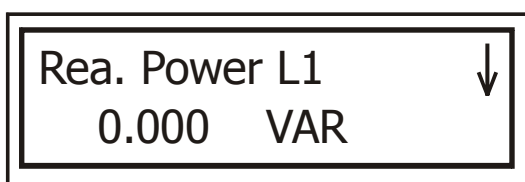

Рис. 29
2. Нажмите , на дисплее появится экран значений реактивной мощности. Используйте кнопку , чтобы посмотреть реактивную мощность во всех трех фазах и суммарную реактивную мощность (рис. 29):